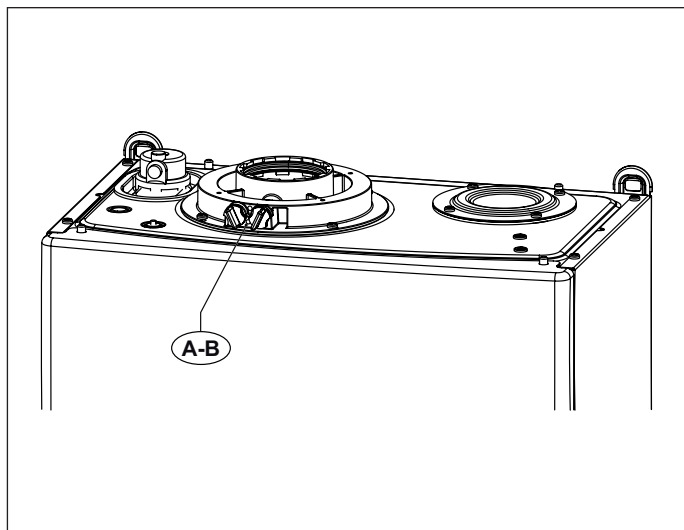
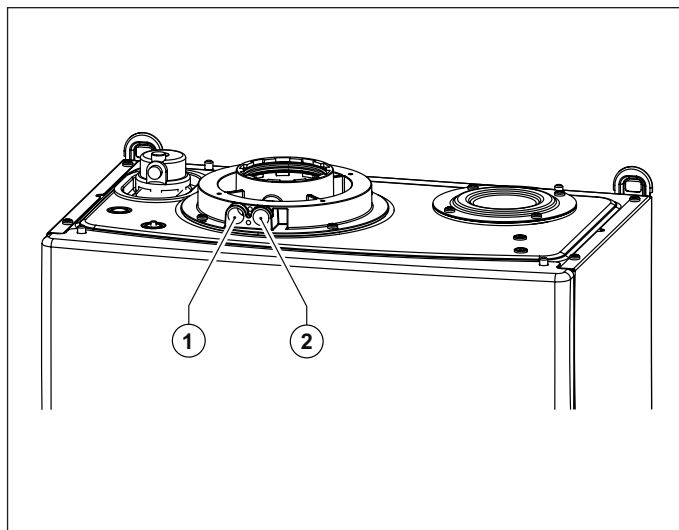

Рис. 14 Положение заглушек
Рис. 15 Положение отверстий
На котле имеется патрубок для подключения к системе воздухозабора/дымоотвода (смотри Рис. 14 Положение заглушек и Рис. 15 Положение отверстий).
В патрубке предусмотрены два отверстия для прямого доступа к воздуху, необходимого для горения, и к дымовым газам (смотри Рис. 15 Положение отверстий).
Для проведения измерений необходимо снять заглушки **A** и **B** с отверстий на патрубке (смотри Рис. 14 Положение заглушек).
- замер температуры воздуха, необходимого для горения, в соответствующем отверстии **1** (смотри Рис. 15 Положение отверстий).
- замер температуры дымовых газов и содержания CO2 в соответствующем отверстии **2** (смотри Рис. 15 Положение отверстий).